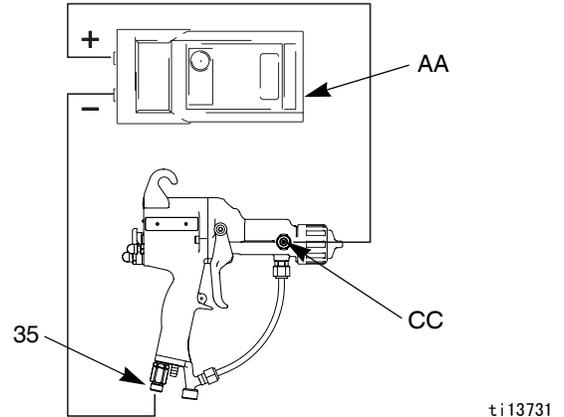

图 9. 测试喷枪的电阻
测量空气旋转接头 (35) 和荷电棒插口 (CC) 之间的电阻 (见图 9.)；电阻应当为 70-95 兆欧。如果电阻超出该范围，检查供电电源和枪筒电阻。如果电阻在范围之内，测试荷电棒的电阻。
测量荷电棒 (DD) 内金属弹簧和荷电棒尖端 (BB) 之间的电阻 (见图 9.)；电阻应当为 15-30 兆欧。如果电阻超出该范围，更换荷电棒。如果电阻处于范围之内，检查弹簧和枪筒插口，了解关于不良连续性的可能原因。重新组装荷电棒并重新测试喷枪的电阻。